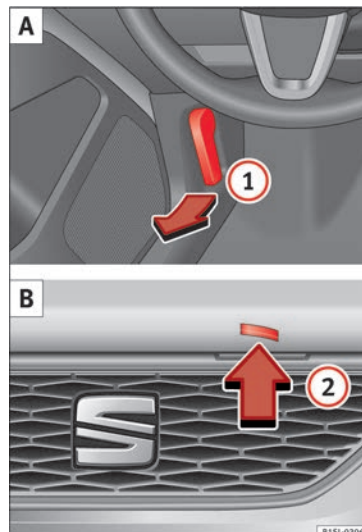

Fig. 8 A : Levier de déverrouillage sur le plancher, côté conducteur. B : Levier de déverrouillage sur le capot-moteur.
• Tirez le levier de déverrouillage ① dans le sens de la flèche » fig. 8 A. Grâce à l'action du ressort, le capot-moteur est éjecté de l'élément de verrouillage du porte-serrure » **⚠ au chapitre Préparatifs pour travailler dans le compartiment moteur à la page 204.**
• Soulevez légèrement le capot-moteur et appuyez sur le bouton de déverrouillage ② B dans le sens de la flèche pour ouvrir complètement le capot-moteur.
• Retirez la barre de maintien du capot de son support dans le sens de la flèche ③ C et placez-la dans l'ouverture prévue à cet effet ④ D (flèche).